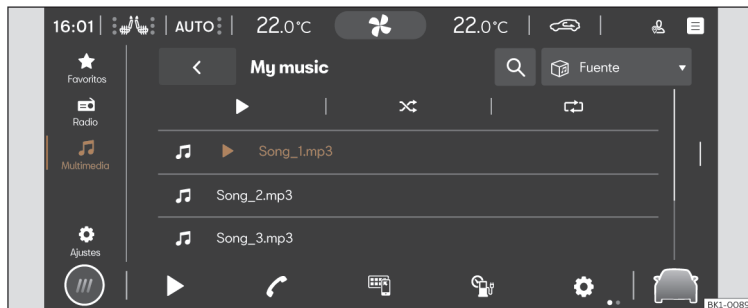

Fig. 130 Representación esquemática: Vista Multimedia
- Pulse **HOME** > ► >  >>> **fig. 130**.